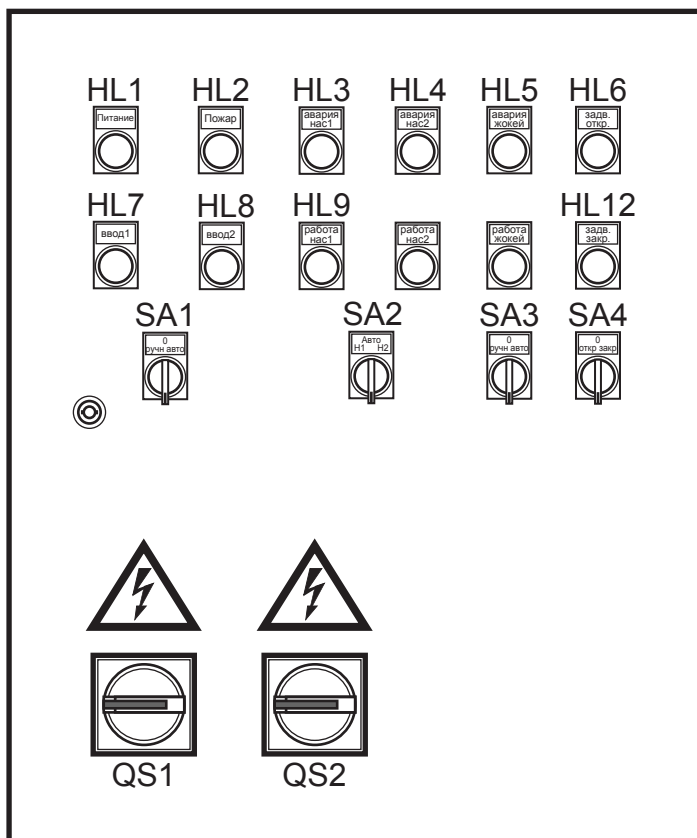

Рисунок 1.
На лицевой части шкафа управления Поток-П расположены следующие органы управления (см. рисунок 1):
В режиме работы «Автоматический» система работает в полностью автоматическом режиме. При этом переключатель режима работы насосов SA2 (см. рисунок 1) в вертикальном положении.
Алгоритм спринклерной системы пожаротушения основан на поддержании давления в спринклерных контурах. Падение давления в контурах в результате незначительных протечек компенсируется так называемым жockey-насосом. Пуск и останов жockey-насоса происходит при замыкании и размыкании контактов реле давления подпитки (уставка давления выше уставки основных реле). Работа жockey-насоса отображается светодиодным индикатором HL5 на лицевой панели шкафа управления (см. рисунок 1). Для системы с двумя жockey-насосами осуществляется пуск резервного при срабатывании автомата защиты двигателя основного, тем самым осуществляется резервирование жockey-насоса.
Если значение давления в системе длительное (заданное) время держится ниже значения включения жockey-насоса, то происходит останов работающего жockey-насоса и включается основной насос. При этом загорается светодиодный индикатор HL2, сигнализирующий «Пожар» и светодиодный индикатор HL9 - «работа насоса 1» (см. рисунок 1) Одновременно с этим подается сигнал на открытие задвижки, после чего загорается светодиодный индикатор HL6 - «Задвижка открыта».
ления насосами пожаротушения на нажатие одной из кнопок кнопочных постов, расположенных в разных частях охраняемого здания. При этом загорается светодиодный индикатор HL2, сигнализирующий «Пожар» и светодиодный индикатор HL9 - «работа насоса 1» (см. рисунок 1) Одновременно с этим подается сигнал на открытие задвижки, после чего загорается светодиодный индикатор HL6 - «Задвижка открыта».
5. Переведите выключатели QS1 и QS2 ШУ (см. рис. 1) в положение «ON».
2. Перевести сетевой выключатель QS1 ШУ (см. рисунок 1) в положение «OFF» .